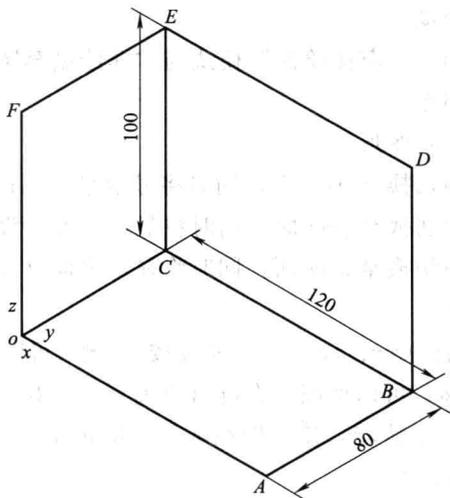

图 1.2 线框立体图
(2) 按回车键 → 输入“起点坐标” $O(0, 0, 0)$ → 按回车键 → 输入“终点坐标” $A(120, 0, 0)$ → 按回车键，得到长为 120mm 的 OA 直线。
(3) 输入“终点坐标” $B(120, 80, 0)$ → 按回车键，得到 AB 直线。
(4) 输入“终点坐标” $C(@-120, 0, 0)$ → 按回车键，得到 BC 直线。
(5) 输入“终点坐标” $O(@0, -80, 0)$ → 按回车键，得到 CO 直线。
(6) 按 F9 键：将当前面切换为 YOZ 平面。
- (7) 输入“终点坐标” $F (@0, 0, 100)$ → 按回车键, 得到 OF 直线。
- (8) 输入“终点坐标” $E (@0, 80, 0)$ → 按回车键, 得到 FE 直线。
- (9) 输入“终点坐标” $C (@0, 0, -100)$ → 按回车键, 得到 EC 直线。
- (10) 按 $F9$ 键: 将当前面切换为 XOZ 平面。
- (11) 捕捉 E 点, 输入“终点坐标” $D (@120, 0, 0)$ → 按回车键, 得到 ED 直线。
- (12) 输入“终点坐标” $B (@0, 0, -100)$ → 按回车键, 得到 DB 直线 → 右击结束, 结果如图 1.2 所示。